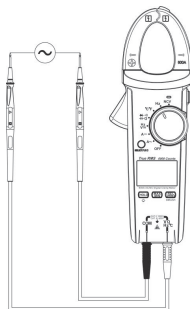

Рис.12. Измерение частоты
7.9. Измерение частоты (см. рис. 12)